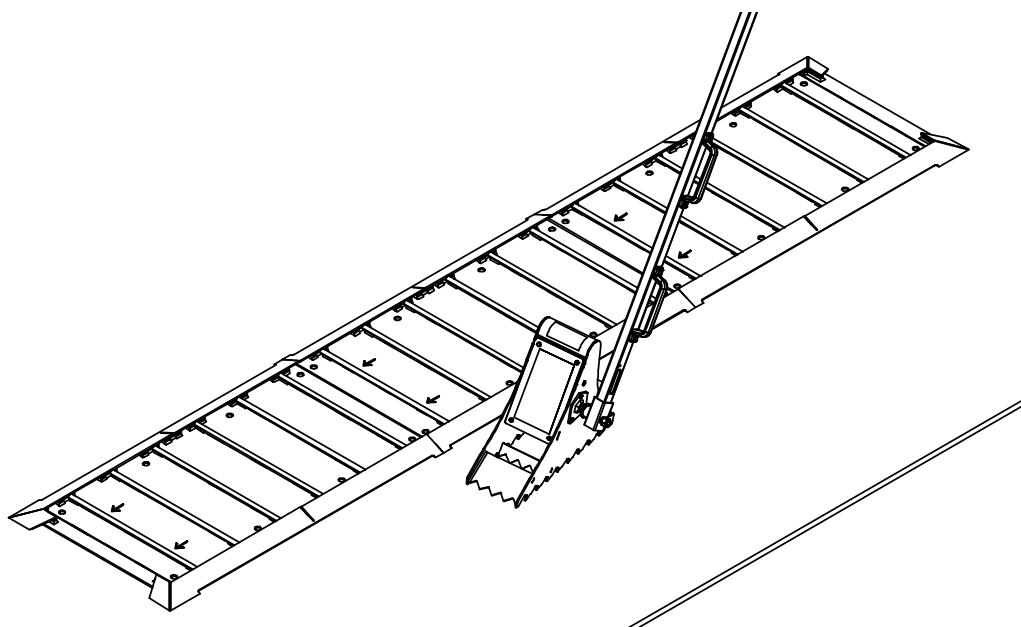

Figure 16
3. Tester la rétraction avec la cale sur la deuxième plaque de roulage. Vérifier que le bras se rétracte vers le mur en 5 secondes ou moins. Continuer d'ajuster la tension du ressort à l'aide du tendeur comme il se doit. Voir **figure 16** à la page 19.
4. Vérifier le retrait du bras à partir de la plaque de roulage la plus proche. Voir figure 16. Le bras doit se rétracter vers le mur en 5 secondes ou moins, sinon ajuster la tension du ressort à l'aide du tendeur.